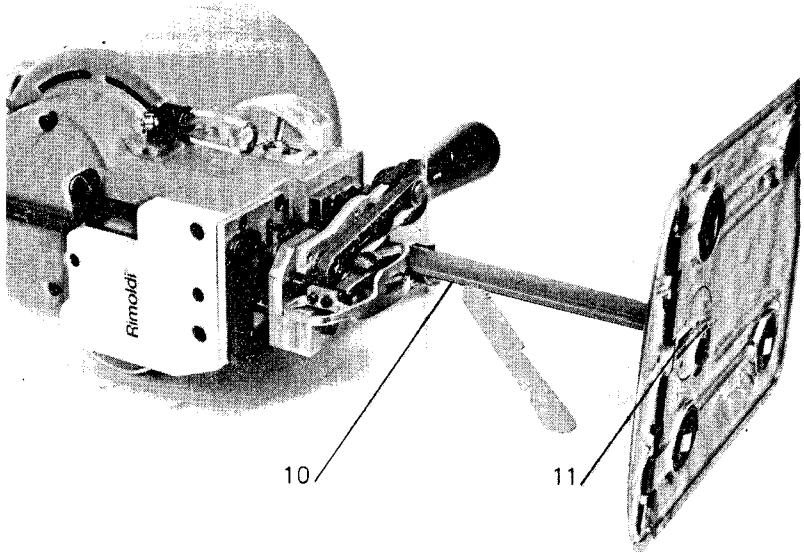

Fig. 3
- Pulire il guida lama 10 fig.3 e fig.6 e la fessura del piede dello stelo 11 fig.3 e fig.6 con apposito strumento in dotazione
Togliere la lama e pulire il guida lama 10 fig.3 e la fessura del piede dello stelo11 fig.3 con apposito strumento in dotazione(vedi Fig. 3)